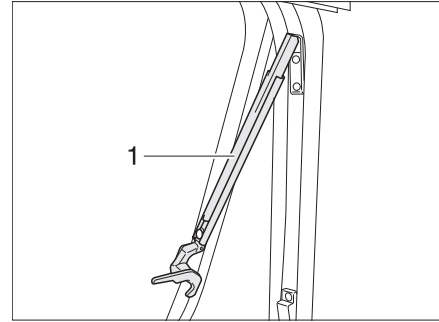

Bild 39 Ausstellfenster mit Automatik-Ausstellern, geöffnet
- Ausstellfenster bis zur gewünschten Raststellung öffnen. Der Automatik-Aussteller (Bild 39,1) rastet selbstständig ein.